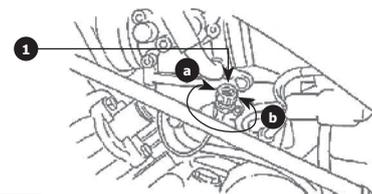

Рис. 80
3. Поверните винт **1** **Рис. 80** в направлении **a**, чтобы увеличить обороты двигателя, и в направлении **b**, чтобы уменьшить обороты двигателя.